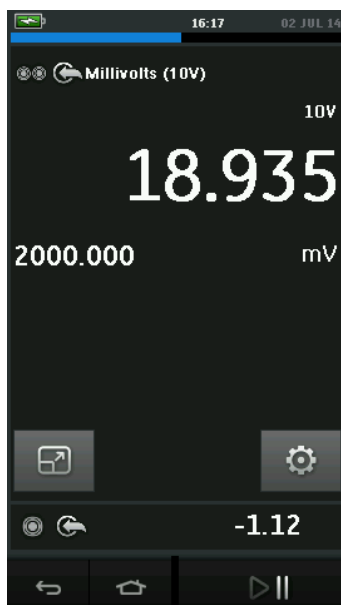

Figure 2-17 Fenêtre de calibrage - Vue développée
- La Figure 2-17 affiche une vue agrandie du canal sélectionné et minimise les canaux restants.